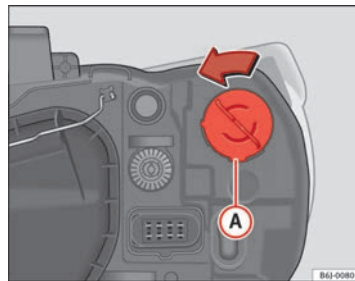

Fig. 143 Luz intermitente faro simple
- Gire el portalámparas → fig. 143 Ⓐ a la izquierda y tirar.